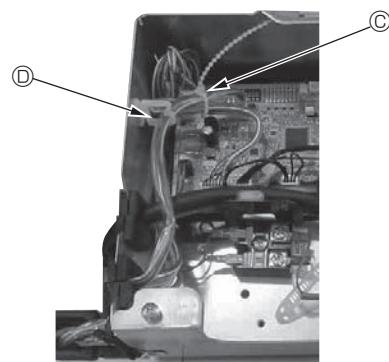

Fig. 10-14
- Banta ihop den överflödiga delen av kablarna från i-See-sensorn och signalmottagaren i elkomponentlådan och fäst upp dem enligt bilden. (Fig. 10-14)